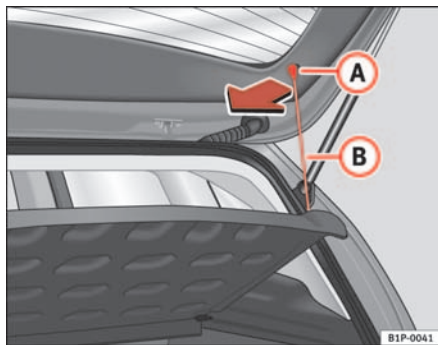

Abb. 105 Hutablage
- Die Streben  $\Rightarrow$  Abb. 105 **B** aus den Aufnahmen **A** aushängen.